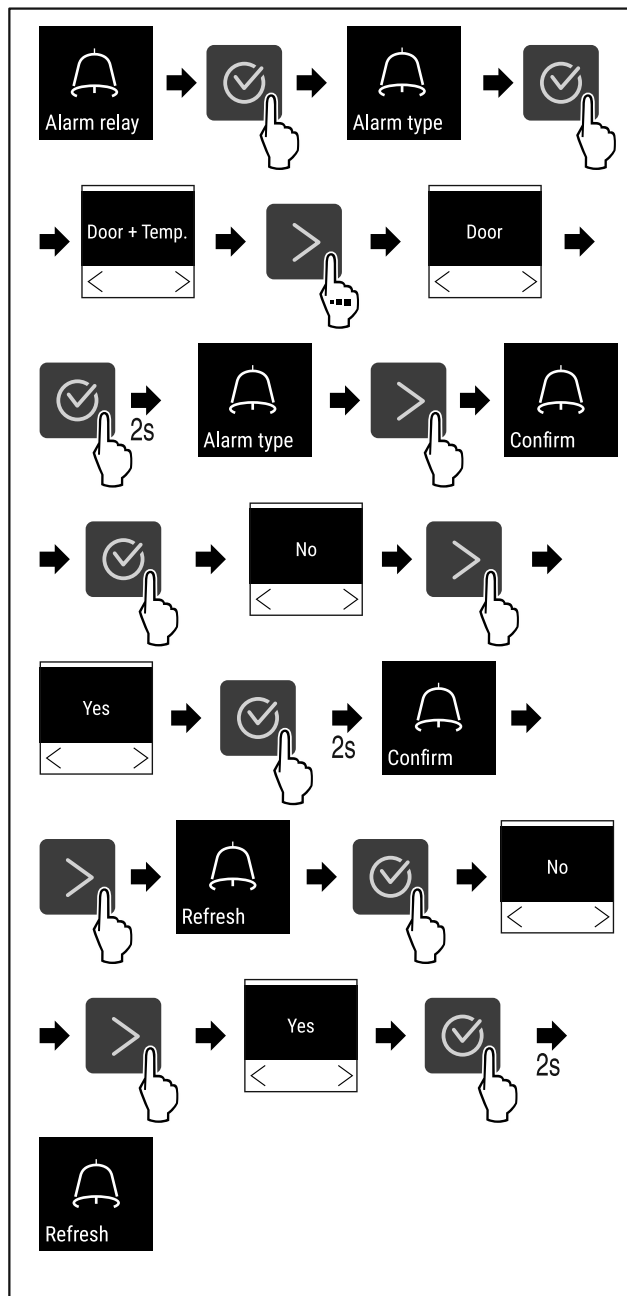

Fig. 145
- ▶ Eseguire i passi (vedere Fig. 145) .